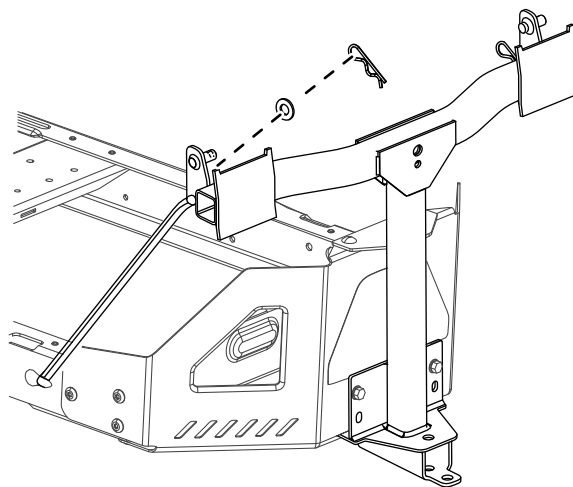

Figura 10
4. Installate l'estremità curva e svasata di un'asta nella scanalatura sagomata presente sul lato sinistro del telaio della macchina e spostate l'asta indietro per inserirla in posizione nel telaio (Figura 10).
5. Inserite le estremità curve delle aste nel supporto dell'attrezzo come illustrato nella Figura 10 e fissate l'estremità di ciascuna asta con una rondella e una coppia.